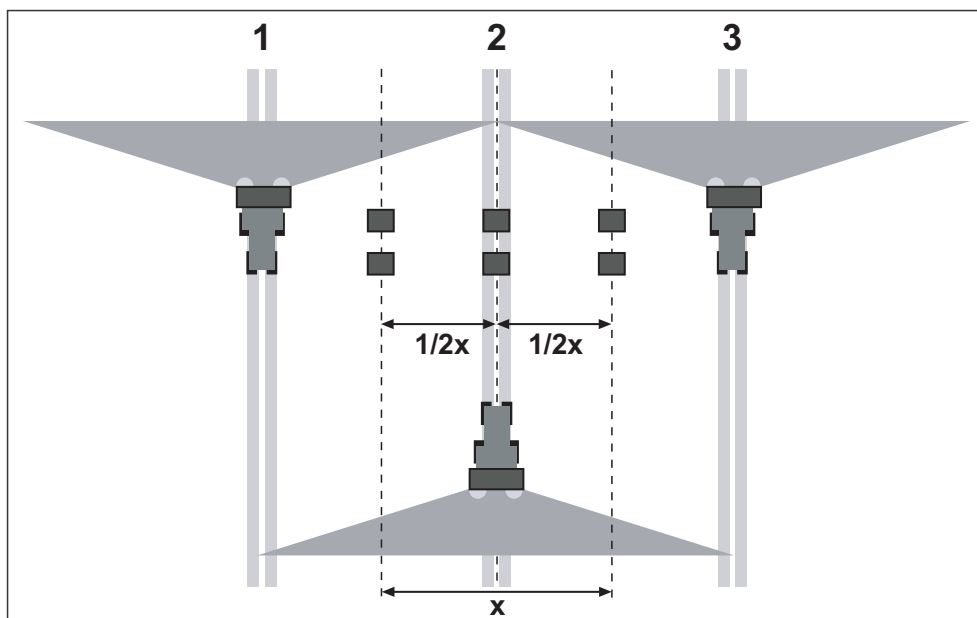

Bild 7.23: Uppställning för tre passeringar
- Placera två uppsamlingssskålar på ett avstånd av **1 m** efter varandra i överlappningszonerna och i den inre körbanan (enligt bild 7.23).